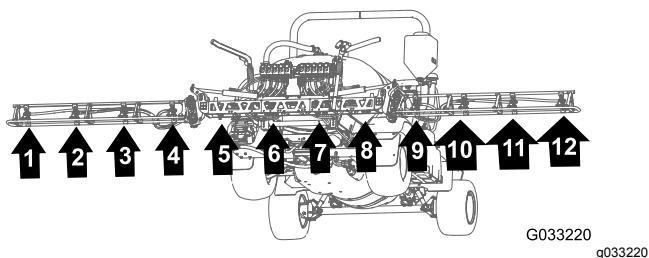

图106
- 将喷嘴 1、2、3 和 4 的软管穿过中间喷洒臂段的左外侧端的 R 形夹图106 和 图107。
- 将喷嘴 7、8、9 和 10 的软管穿过中间喷洒臂段的右外侧端的 R 形夹图106 和 图107。
- 如 图106 和 图107 所示将 279cm 供水软管和宝塔软管柄 3/4 英寸沿喷洒臂段连接至喷嘴 1 和 10。
- 如 图106 和 图107 所示将 234cm 供水软管和宝塔软管柄 3/4 英寸沿喷洒臂段连接至喷嘴 2 和 9。
- 如 图106 和 图107 所示将 188cm 供水软管和宝塔软管柄 3/4 英寸沿喷洒臂段连接至喷嘴 3 和 8。
- 如 图106 和 图107 所示将 188cm 供水软管和宝塔软管柄 3/4 英寸沿喷洒臂段连接至喷嘴 4 和 7。